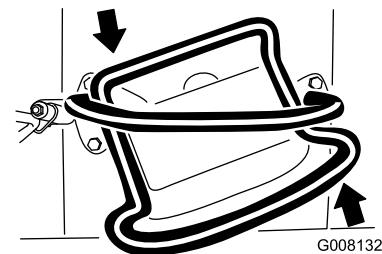

Bild 10
- Drehen Sie den Fahrantriebshebel nach links, um nach links zu fahren (**Bild 10**).